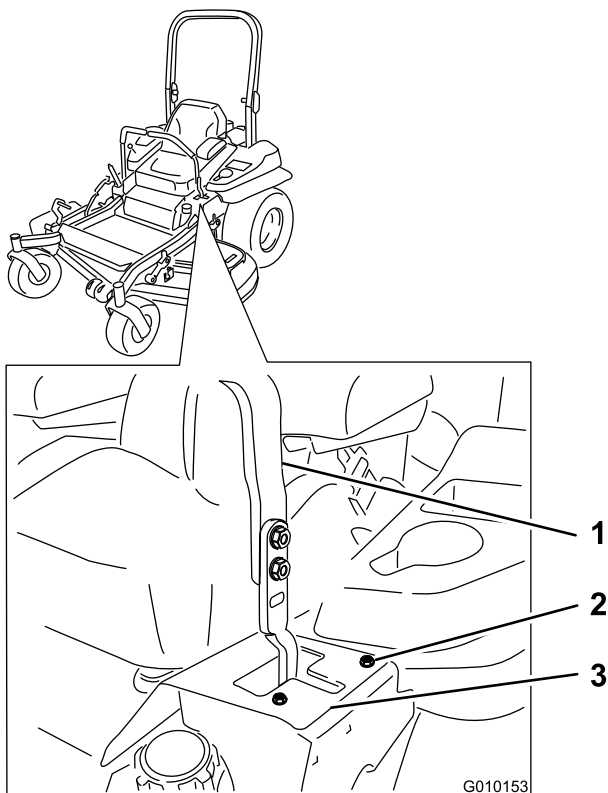

Figure 62
- Si la machine se déporte à droite, desserrez les boulons et déplacez la plaque de butée gauche en arrière sur la fente en T gauche, jusqu'à ce qu'elle se déplace en ligne droite (Figure 62).
- Si la machine se déporte à gauche, desserrez les boulons et déplacez la plaque de butée droite en arrière sur la fente en T droite, jusqu'à ce qu'elle se déplace en ligne droite (Figure 62).
8. Serrez les boulons de la plaque (Figure 62).